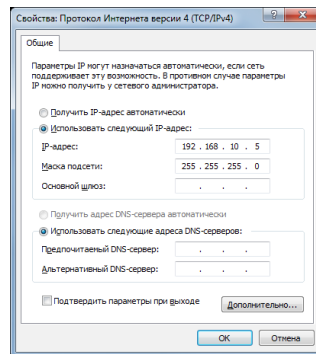

Рис. 16 Настройка сетевого подключения Windows
- в появившемся окне (рисунок 16) задать IP-адрес из диапазона локальных адресов (например, **192.168.10.5**), маску по умолчанию (**255.255.255.0**), остальные поля оставить пустыми, после чего подтвердить выбор кнопкой «ОК».